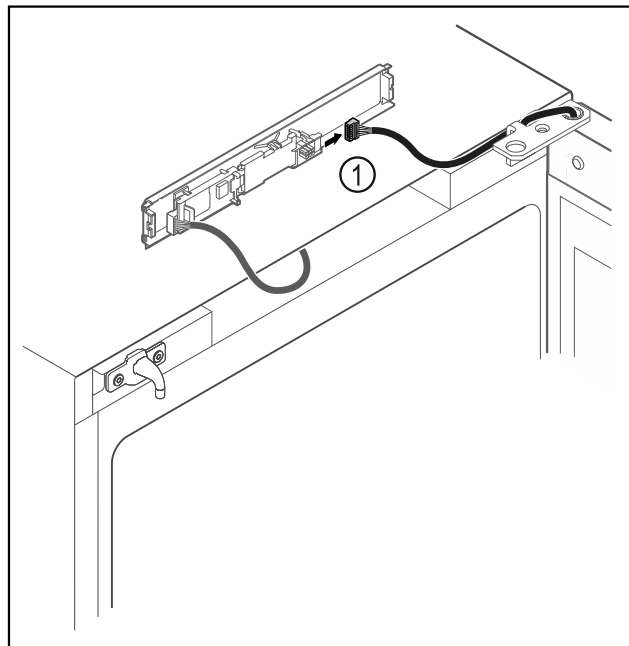

Fig. 13
- Vytáhněte zástrčku Fig. 13 (1) z desky.